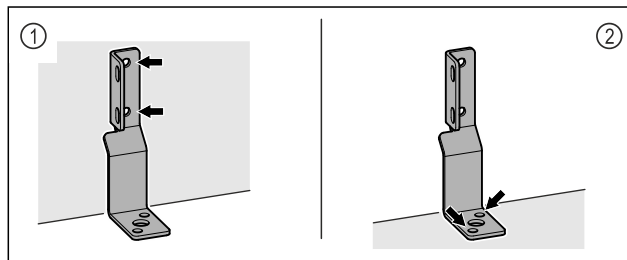

Fig. 6
- ▶ Fastgør vinklen på væggen Fig. 6 (1) eller gulvet Fig. 6 (2).